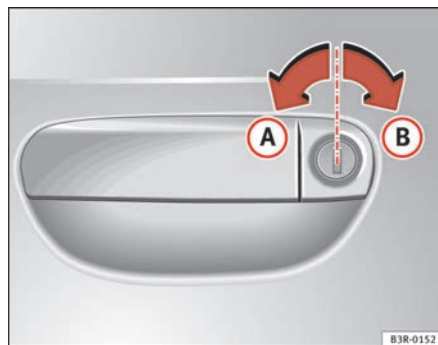

Fig. 70 Movimentos da chave para abrir e fechar
- Rode a chave para a esquerda, na fechadura da porta do condutor, até atingir a posição de abertura (A) ⇒ fig. 70.
- Rode a chave para a direita, na fechadura da porta do condutor, até atingir a posição de fecho (B) ⇒ fig. 70 ⇒ ⚠.
Para isso, rode a chave na fechadura da porta do condutor **duas vezes** sucessivamente, até atingir a posição de fecho (B) ⇒ fig. 70.